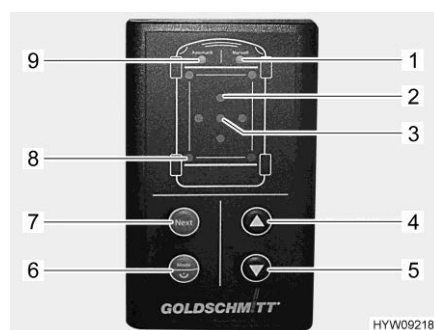

Fig. 45 Elemento di comando (piedini di stazionamento idraulici)
Quando la pendenza del veicolo è troppo elevata, il LED rosso "Inclinazione" (Fig. 45,2) lampeggia. Scegliere posizioni di sosta idonee; qualora non siano adatte, l'utilizzo dei piedini di stazionamento è a proprio rischio e pericolo.
Se a causa di un avvallamento del terreno viene raggiunta la lunghezza massima di uno dei piedini di stazionamento estratti, i LED "Funzionamento manuale" (Fig. 45,1) e "Modalità automatica" (Fig. 45,9) lampeggiano tre volte. In tal caso, chiudere i piedini di stazionamento, posizionare un supporto sotto il piedino interessato e ripetere la procedura.
- Tenere premuto per più di 1 secondo il tasto "On/Off/modalità di funzionamento" (Fig. 45,6). Dopo l'accensione, viene emesso un segnale acustico e il LED "Modalità automatica" (Fig. 45,9) si attiva.
- Premere brevemente il tasto "On/Off/modalità di funzionamento" (Fig. 45,6). La modalità di funzionamento può essere impostata su funzionamento manuale o modalità automatica. Il LED corrispondente (Fig. 45,1 o Fig. 45,9) si illumina.
- Premere il tasto "Apertura" (Fig. 45,5). La procedura di regolazione viene eseguita autonomamente. I LED "Piedino di stazionamento" (Fig. 45,8) lampeggiano quando i piedini di stazionamento sono in movimento.
- Se il veicolo è dotato di puntelli ribaltabili: Il movimento dei piedini di stazionamento si arresta dopo che questi sono stati ribaltati per consentire di posizionare sotto un supporto. Il LED "Modalità automatica" (Fig. 45,9) lampeggia rapidamente.
- Premere di nuovo il tasto "Apertura" (Fig. 45,5). La procedura di regolazione prosegue.
- Premere il tasto "Chiusura" (Fig. 45,4). I piedini di stazionamento si ritraggono completamente. I LED "Piedino di stazionamento" (Fig. 45,8) lampeggiano quando i piedini di stazionamento sono in movimento.
- In modalità automatica, premere brevemente il tasto "On/Off/modalità di funzionamento" (Fig. 45,6). Il LED "Funzionamento manuale" (Fig. 45,1) si illumina.
- Prestare attenzione ai LED "Inclinazione" (Fig. 45,2). Se un LED è illuminato, significa che il veicolo deve essere sollevato in corrispondenza del lato indicato.
- Premere il tasto "Next" (Fig. 45,7) fino a quando viene selezionato il paio di piedini di stazionamento desiderato. I relativi LED "Piedino di stazionamento" (Fig. 45,8) si illuminano.
- Premere il tasto "Chiusura" (Fig. 45,4) o "Apertura" (Fig. 45,5) fino al raggiungimento della posizione desiderata.
- Premere di nuovo il tasto "Next" (Fig. 45,7) fino a quando viene selezionato un altro paio di piedini di stazionamento. Proseguire con la procedura fino al completo allineamento del veicolo. Il veicolo è allineato quando il LED verde "Posizione ok" (Fig. 45,3) si illumina.
- Premere contemporaneamente i tasti "On/Off/modalità di funzionamento" (Fig. 45,6), "Apertura" (Fig. 45,5) e "Chiusura" (Fig. 45,4) e tenerli premuti per 3 secondi.
- Dopo la conferma acustica e l'illuminazione del LED "Posizione ok" (Fig. 45,3), rilasciare i tasti. La posizione viene salvata come Posizione ok.